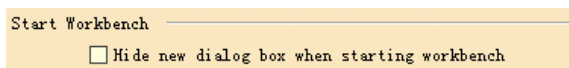

图 6-36
(6) Start Workbench (启动工作台) 选项组 (如图 6-36 所示)